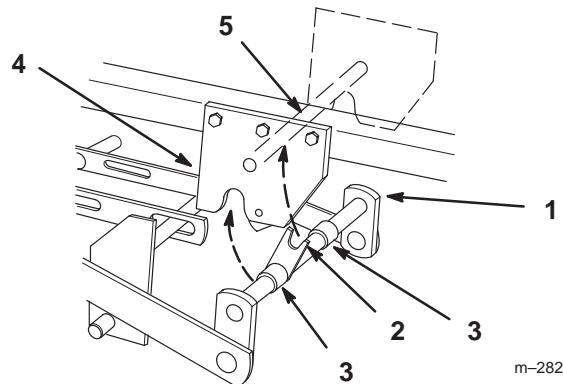

Bild 5
- Drehen Sie die vorne befestigte Welle, sodass die Gabel gerade nach oben zeigt und ausgerichtet ist. Die Distanzstücke sollten sich zwischen den mittleren Anbauvorrichtungsplatten befinden (Bild 5).
- Heben Sie das Mähwerk mit dem Hubhebel oder dem Elektrohub des Anbaugeräts an und führen Sie die Gabel so, dass Sie an die Anbauvorrichtungsstange greift (Bild 5).